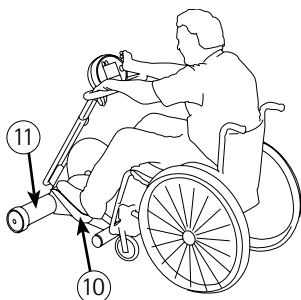

Fig. 19
I driftsklar modus (skjerm svart, grønn LED lyser permanent) trykker du på den lille avlange tasten ⑦ "Innstigningshjelp" (👉🏻7). Gjennom å holde tasten ⑥ "Pedal frem" eller ⑤ "Pedal tilbake" trykket, kan du posisjonere fotskålene ⑩ (Fig. 19) slik at du enkelt og komfortabelt kan legge beina i den aktuelle nedre pedalstillingen. Fest nå føttene og beina med borrelåsene eller med den *selvbetjenbare fotholderen* (best.nr. 506 eller 598).